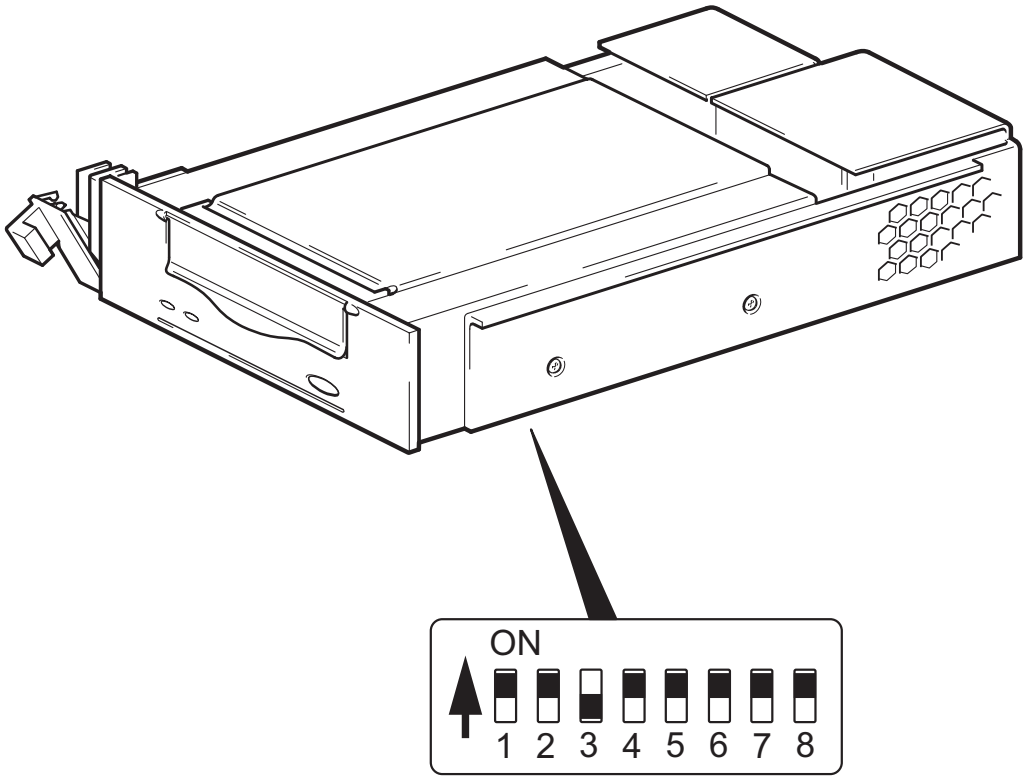

图 3: 检查 UNIX 配置开关
- 2 如果您的 UNIX 配置需要它，请根据图 3 所示的缺省设置，更改位于磁带机底部的配置开关。